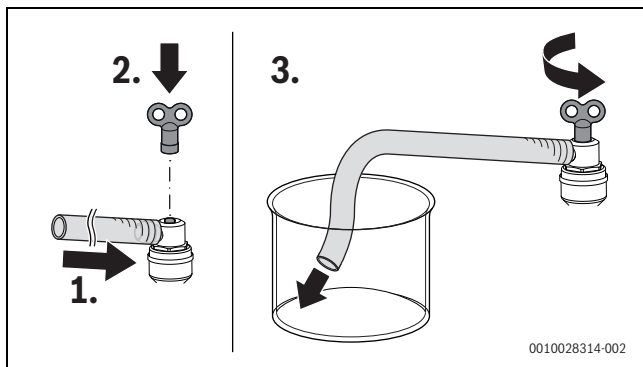

Bild 85 Warmwasserkreis und Heizkreis entlüften
- ▶ Schlauch in ein Gefäß (z. B. Flasche) leiten (→ Bild 85 und Bild 5, Seite 10).